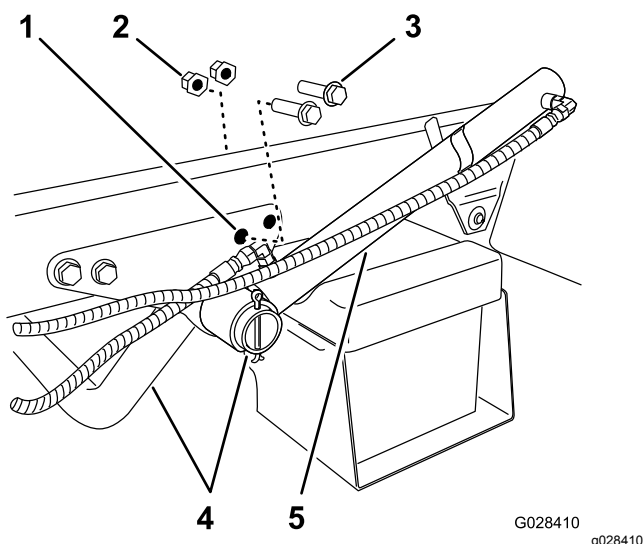

Рисунок 6
1. Отверните 2 задних болта с фланцевыми головками и две фланцевые контргайки, которые крепят опорный кронштейн трубы двигателя к раме машины (Рисунок 6).
2. Поверните гидроцилиндр подъема, чтобы получить зазор, необходимый для установки прижимного кронштейна для рамы бака (Рисунок 6).